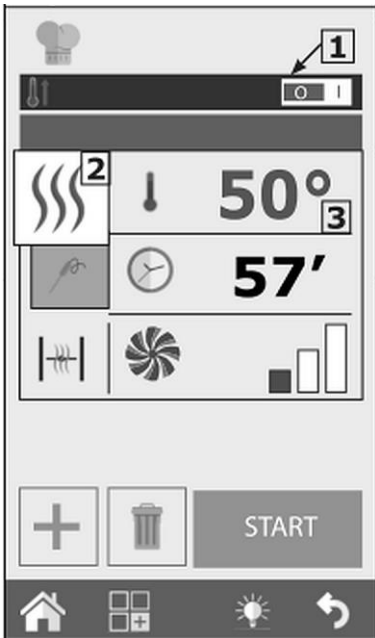
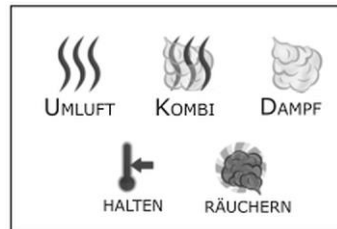
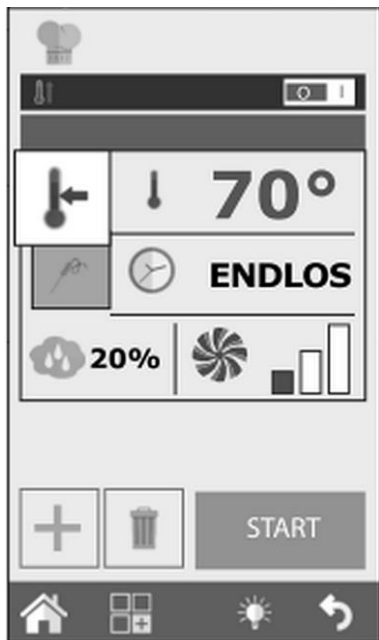

Abb. 10
Abb. 11
Abb. 15
Außerdem kann diese Funktion durch Drücken auf die Taste 1 (Abb. 10) rechts oder links aktiviert oder deaktiviert werden.
Die Taste 2 (Abb. 10) ist werkseitig auf den Gar-Modus **Umluft** eingestellt. Durch Drücken dieser Taste ist es möglich, den Gar-Modus auf **Kombidämpfen** oder **Dampfgaren** zu ändern. Außerdem können die Gar-Modi **Halten** oder **Räuchern** eingestellt werden (Abb. 11).
Durch Drücken der Taste 3 (Abb. 10) kann die Temperatur im Garraum eingestellt werden. Die einstellbare Temperatur ändert sich je nach gewähltem Gar-Modus.
2. Um die Garphase im Warmhaltemodus zu ändern, drücken Sie die Taste Gar-Modus (2, Abb. 10) und wählen Sie das Symbol HALTEN (Abb. 15).